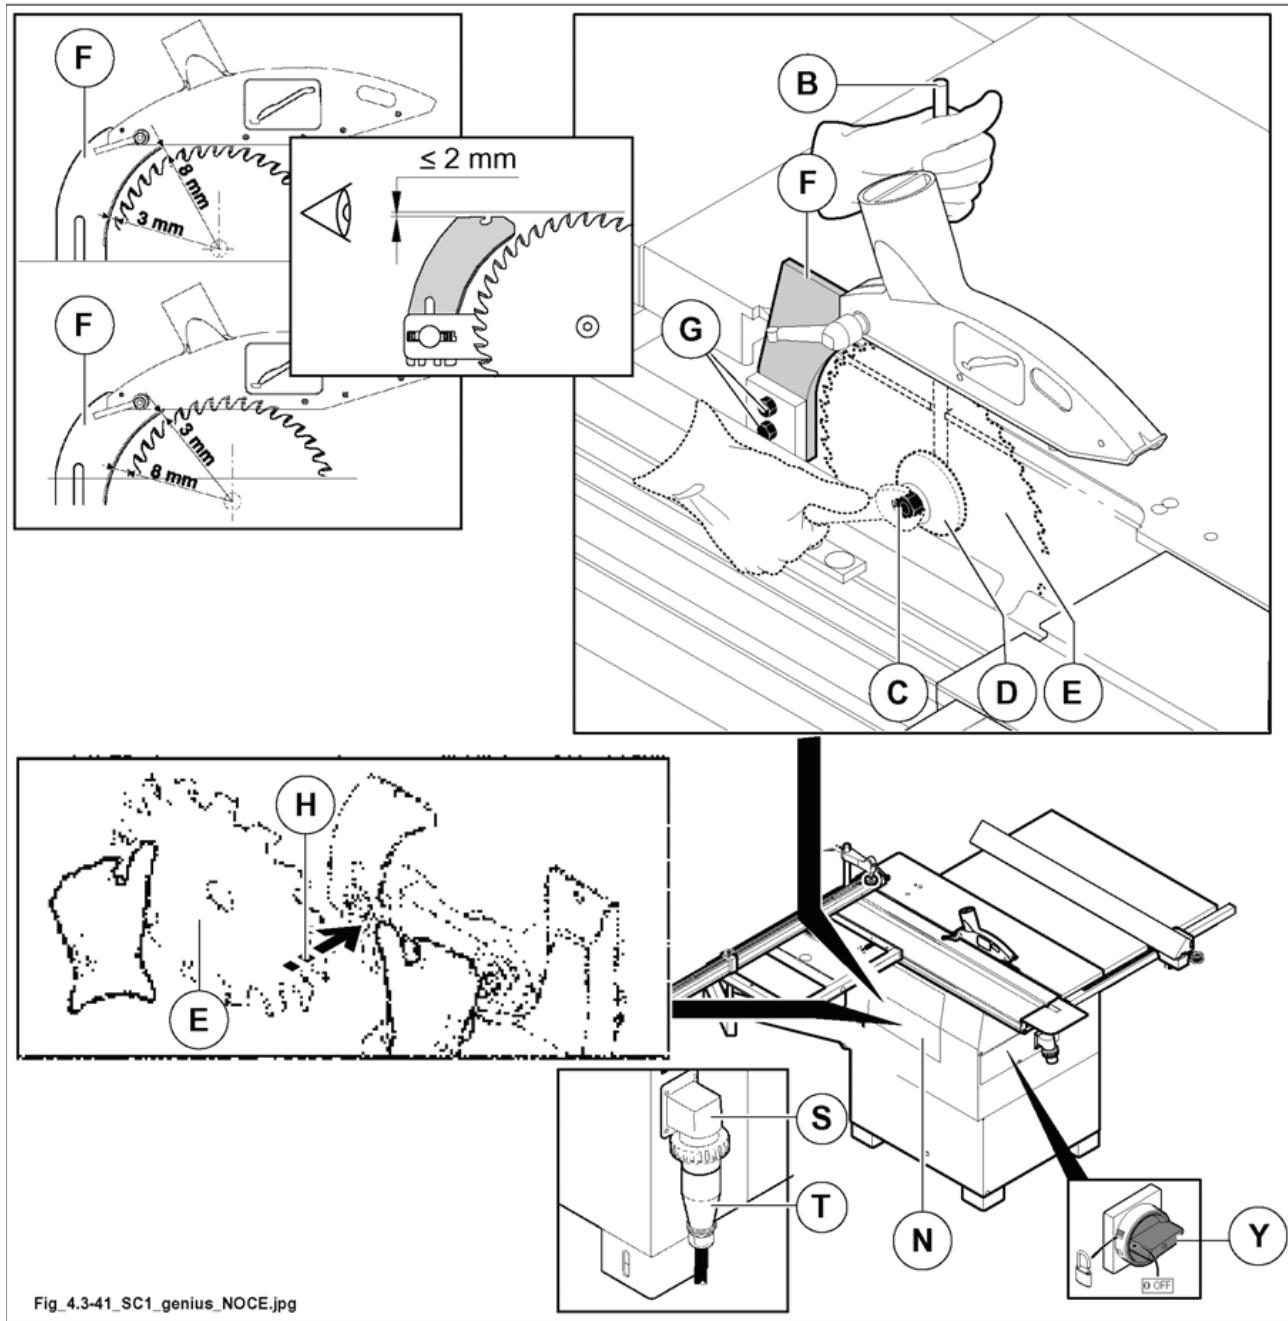

Рис. 4.3-41
Вариант исполнения для США и Канады: Перед началом действий по уборке, техническому обслуживанию, наладке станка или замене его элементов надлежит перевести в нулевое положение выключатель общего питания Y (рис. 4.3-41), заблокировать его навесным замком и вывесить соответствующий предупреждающий плакат.
Операция выполняется через дверцу N (рис. 4.3-41).
- 2) Открыть дверцу N (рис. 4.3-41).
- 4) Вставить стержень B (рис. 4.3-41) в отверстие на шкиве вала пилы.
(versione USA e CANADA) предохранительный концевой выключатель гарантирует, что при открытом кожухе N (рис. 4.3-41) двигатель не может быть запущен.
Гайка блокировки пилы (С рис. 4.3-41) – левая. Чтобы отвинтить ее, следует вращать по часовой стрелке.
- 5) Ослабить блокировочную гайку С (рис. 4.3-41), используя шестигранный ключ на 24 мм. Снять фланец D (рис. 4.3-41).
- 6) Установить последовательно пилу Е (рис. 4.3-41), фланец D (рис. 4.3-41) и гайку С (рис. 4.3-41) (для предотвращения вибрации перед установкой пилы тщательно очистить фланцы). Для удобства установки пилы Е (рис. 4.3-41) необходимо слегка развести стенки стружкоприемника и пропустить пилу через образовавшуюся щель в месте, показанном стрелкой Н (рис. 4.3-41).
- 7) Затянуть гайку ключом на 24 мм, используя стержень В (рис. 4.3-41).
- 8) Отрегулировать положение расклинивающего ножа F (рис. 4.3-41) по высоте, ослабив гайку G (рис. 4.3-41).
из соображений безопасности обязательно закрыть защиту (N рис. 4.3-41), в противном случае: